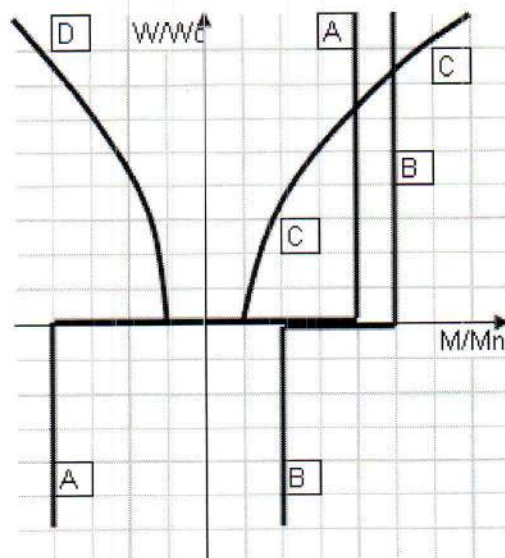

Рис.3. Механические характеристики механизмов
8. Механическая характеристика (рис.3) насоса